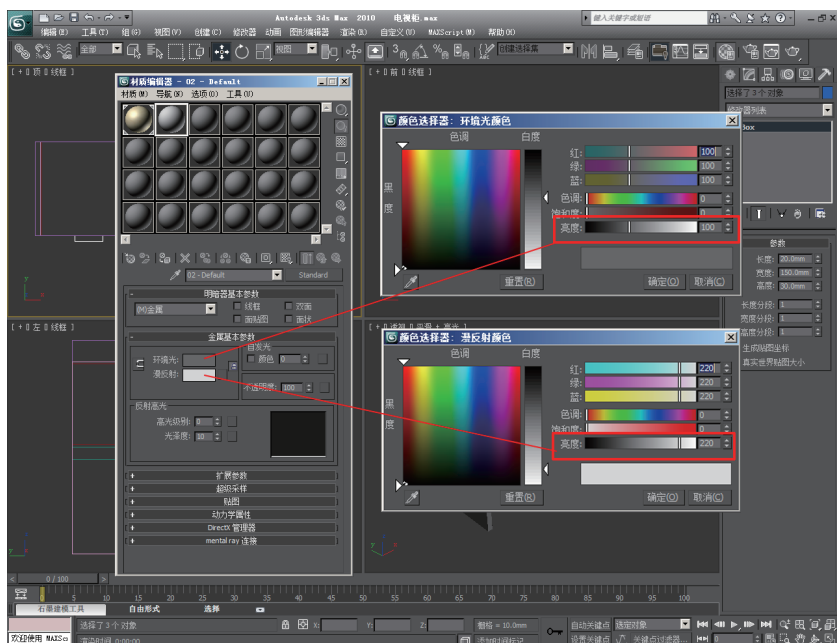

图2-44 调整环境光和漫反射的亮度
(3) 将环境光的亮度值调整为100，将漫反射的亮度值调整为220，如图2-44所示。